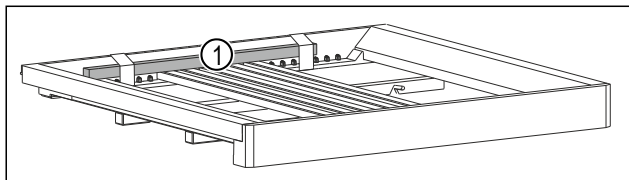

Fig. 47 *
- ▶ Holzstab Fig. 47 (1) entfernen.*